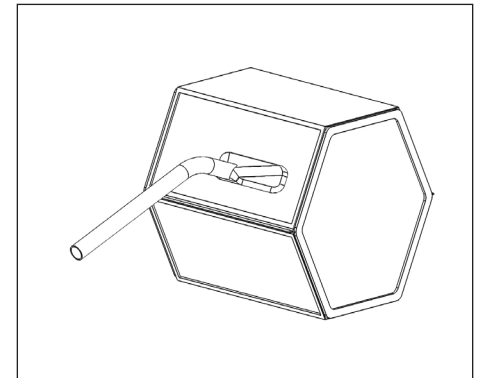

Fig. 8.k
- Pulire i ventilatori ogni anno con un aspirapolvere. La necessità di eseguire questa operazione può variare da caso in caso a seconda delle condizioni ambientali interne ed esterne. Non rimuovere mai le graffette di bilanciatura presenti sul motore (Fig. 8.f-g-h-i-l).